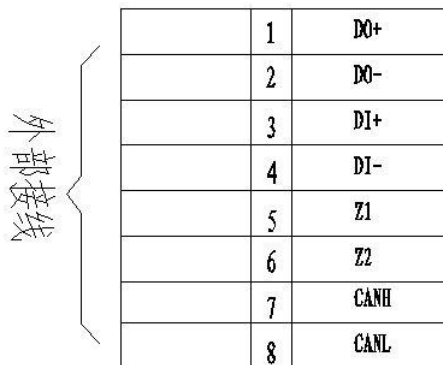

图 2
1) 监控系统接线端子置于主机柜内, 有 8 个单排接线端子, 其端子接线图如图 2 所示。